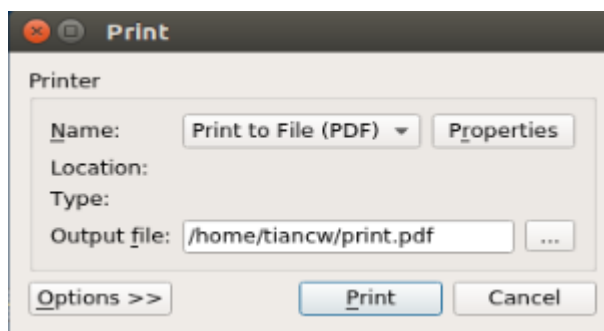

Рис. 4.3-4 Печать
- 1) Щелкнуть меню "File" (Файл). Выбрать "Print" (Печать). Появится окно печати, как показано на Рис. 4.3-4.